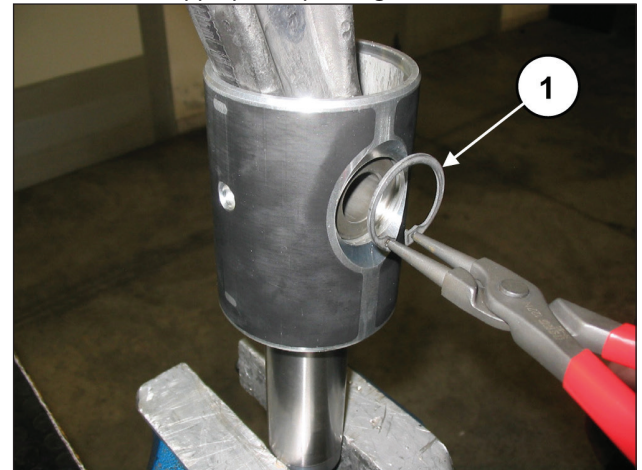

Fig. 35
Déposer les deux circlips de maintien de l'axe de piston à l'aide d'un outil approprié (rep. ①, Fig. 35).
Introduire la bielle dans le guide de piston (rep. ①, Fig. 37), puis engager l'axe de piston (rep. ①, Fig. 36). Monter deux circlips d'appui à l'aide de l'outil approprié (rep. ①, Fig. 35).